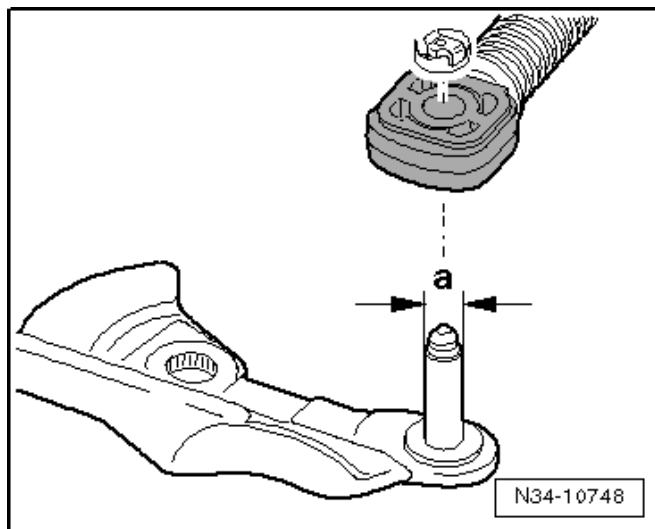

Abb. 6: Einbaulage Getriebebeschalthebel/Umlenkhebel
- ☐ Einbaulage ⇒ Abb. 6 in **34-1** Seite 15